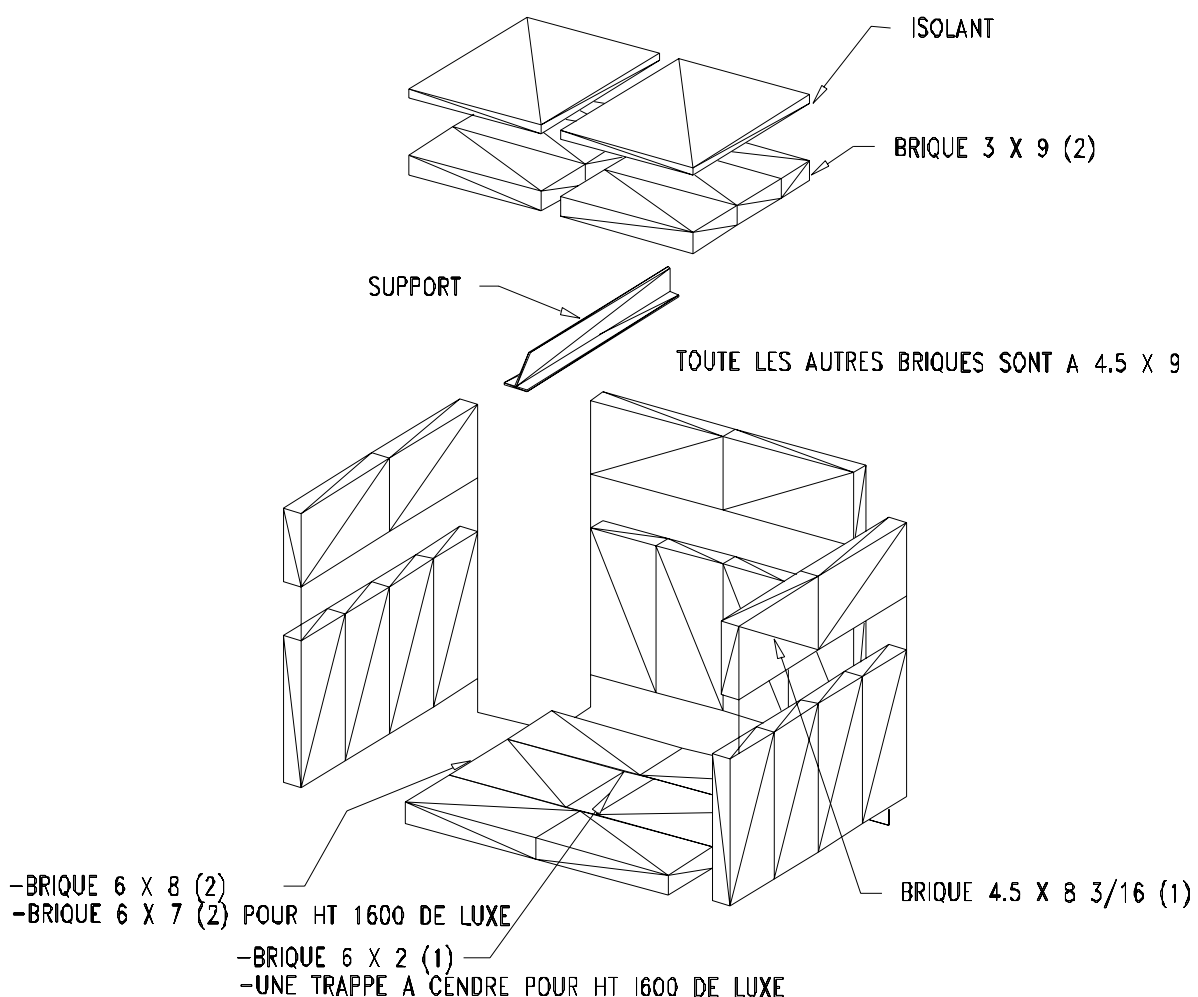

Figure 4: Briques et panneaux isolants du HT-2000
- Les briques ou pierres réfractaires doivent être installées selon la figure 4.
- Pour le HT-1200 comme pour le HT-2000, les déflecteurs (2) doivent être poussés le plus loin possible vers l'arrière du poêle et reposer sur les encoches des quatre (4) pierres verticales.